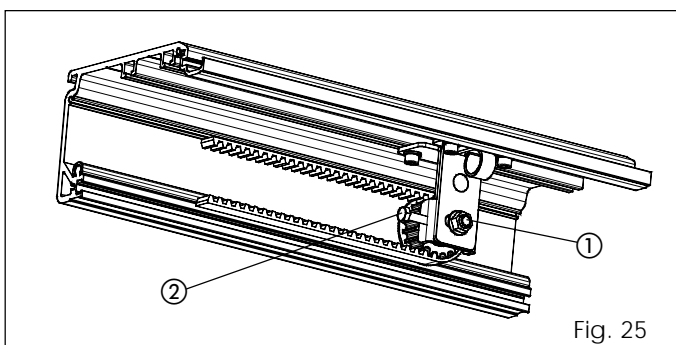

Fig. 25
- Haal de moer (fig. 25 ref. ①) los.
- Schroef de bout van fig. 25 ref. ② vast om de riem te spannen of haal hem los om de riem te ontspannen.
- Nadat de spanning geregeld is, moet de moer (fig. 25 ref. ①) worden aangehaald.